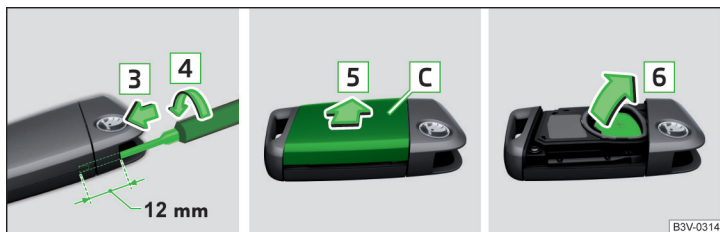

Fig. 349 Ridicarea capacului / scoaterea bateriei
- Introduceți o șurubelniță dreaptă îngustă (3 mm lățime) aproximativ 12 mm în deschiderea rezultată, în sensul săgeții **3** » fig. 349.